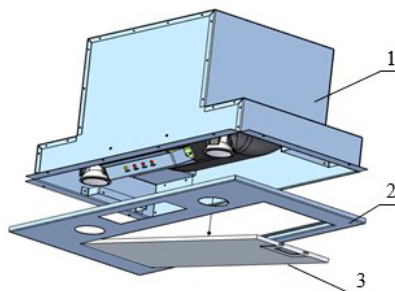

Bild 4
- Avlägsna fettfiltret av aluminium (3) (Bild 4)
- Skruva ut de 4 skruvar som sitter invändigt (5) (två från vänster och två från höger sida) för att montera bort frontplattan, så öppningarna blir synliga. Öppningarna är till för att fästa fläkten i skåpet (bild 4 och 5).
- Efter bortmonteringen av frontplattan ska flätkåpan skryvas fast i skåpet med hjälp av de 8 skruvarna (4) (bild 4). Kom ihåg att ta höjd för det rekommenderade minimumavståndet.
- Skruva frontplattan på plats i fläkten med hjälp av de 4 skruvarna (5) (bild 4 och 5).
- Sätt fettfiltret på plats (3) (bild 4).
2. Med cirkulationsdrift (bild 4) – där luften kommer ut från fläkten och tillbaka in i rummet igen.